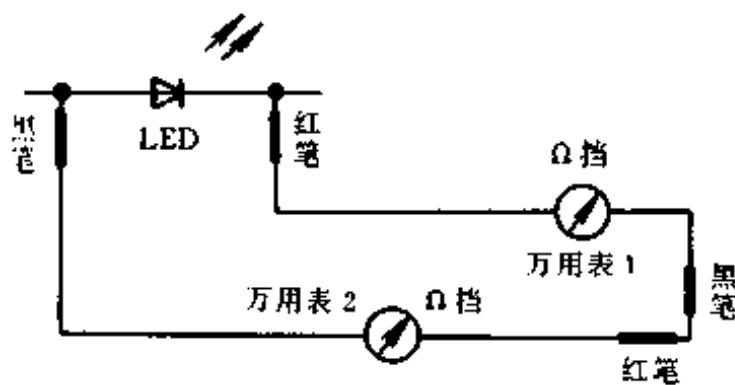

图 82
(2) 双表法。电路如图 82 所示，也应明显看到 LED 发光，否则是坏管。万用表用“ $\times 1$ ”、“ $\times 10$ ”、“ $\times 100$ ”、“ $\times 1k$ ”挡均可。
(3) 电容法。在只有一块万用表和没有另外的电池时，将一个容量较大(例如 $100\mu F$ 以上)，漏电较小的电解电容接在万用表的“ $\times 1$ ”挡上充电几十秒钟，取下后代替一个电池，如